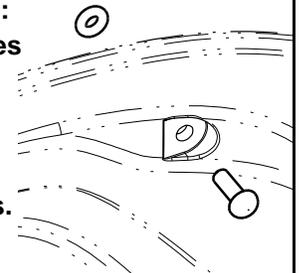

Figure 3
10. Installer le couvercle clair à l'aide des 6 vis inviolables. Afin d'assurer l'étanchéité, il est très important d'installer les joints toriques par l'intérieur de l'unité. Se référer à la figure 3. **Les vis inviolables devraient être serrées de manière égale à environ 10 - 15 lb-po (1.1 - 1.7 N-m).** Si l'installation se fait dans l'industrie alimentaire, voir section: (Industrie alimentaire).